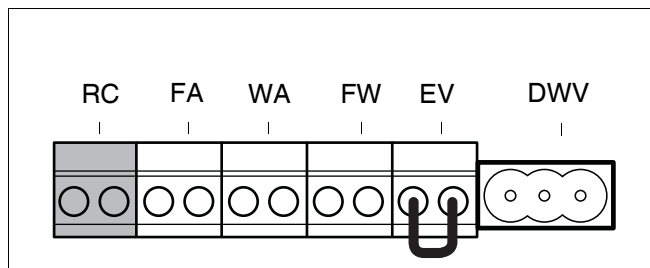

Fig. 46 Morsettiera – unità di servizio ambiente RC e bus EMS (collegamento colore arancione)
- Collegare il cavo di collegamento del bus EMS alla spina arancione della morsettiera (fig. 46).